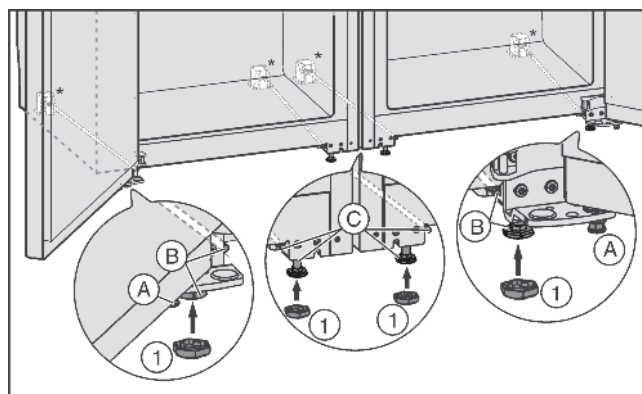

Fig. 4
- При необходимости полностью закрутите установочные ножки Fig. 4 (A) с передней стороны обоих устройств, чтобы они не касались пола.
- Насадите колпачки Fig. 4 (1) на четыре передние установочные ножки.
- Закрутите средние установочные ножки Fig. 4 (C), чтобы они не касались пола.
- Выверните комбинацию с помощью внешних установочных ножек Fig. 4 (B).
- Опустите средние установочные ножки Fig. 4 (C) пока они не соприкоснутся с полом.
- После этого подприте подпорками дверь: Опустите установочные ножки Fig. 4 (A) на опорном кронштейне до их соприкосновения с полом, после этого поверните их на 90°.